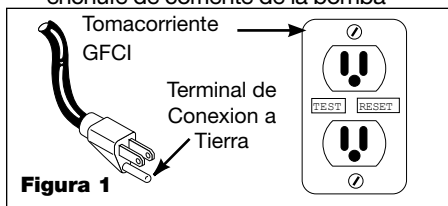

Figura 1
11. Esta bomba es sólo para usar con 120 voltios (monofásico) y está equipada con un cable trifilar y un enchufe de conexión a tierra de 3 clavijas aprobados, como se muestra en la Figura 1.
directamente en un receptáculo adecuadamente instalado y conectado a tierra con 3 clavijas (GFCI), (como se muestra en la figura 1).